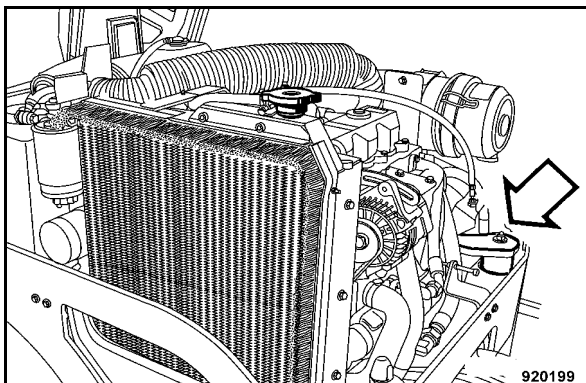

Fig. 166
- Vérifier l'état et le serrage correct des supports du moteur (Fig. 166).